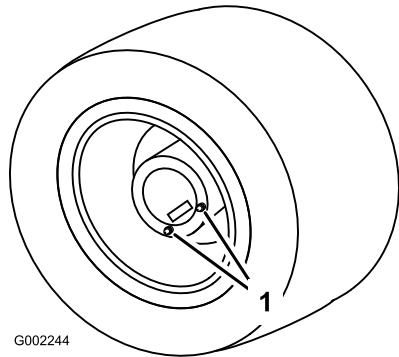

图 81
1. 将打药机停放在水平地面上使后轮置于如图 81 所示的位置。
3. 在排油塞下面放置一个排油盘然后从轮毂上拔下排油塞 图 81。